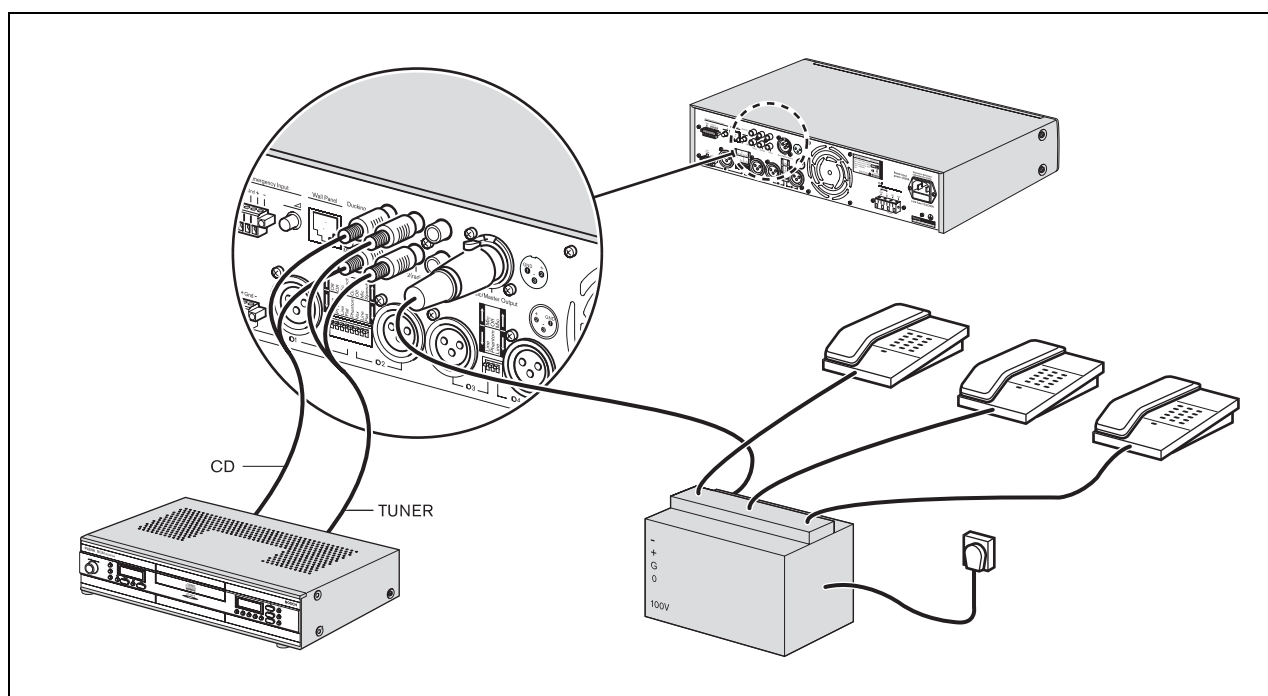

figura 4.8: Ligar entradas de fontes de música
Utilize o conector de saída de música (8) para providenciar uma fonte de saída de música exclusiva para outro dispositivo. Por exemplo, a saída principal de música pode ser ligada a um acoplador de telefone, para que os emissores das chamadas possam ouvir música quando são colocados em espera (consulte a figura 4.8).